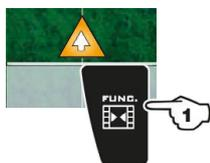

Fig. 215
- 2 Appuyez sur **F5** pour recevoir les informations de conduite et activer la procédure de retour au point . La ligne fuchsia **B** en Fig. 215 (qui relie la position du véhicule à la position du point d'interruption) indique la direction à suivre pour s'approcher du point marqué **A**. L'afficheur visualise en fuchsia la distance entre votre position et le point en question (**C** en Fig. 215).